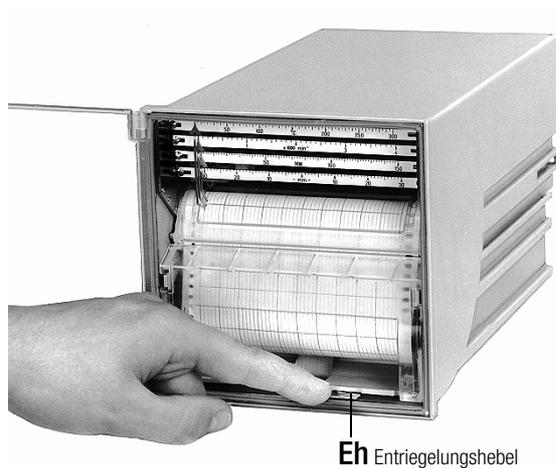
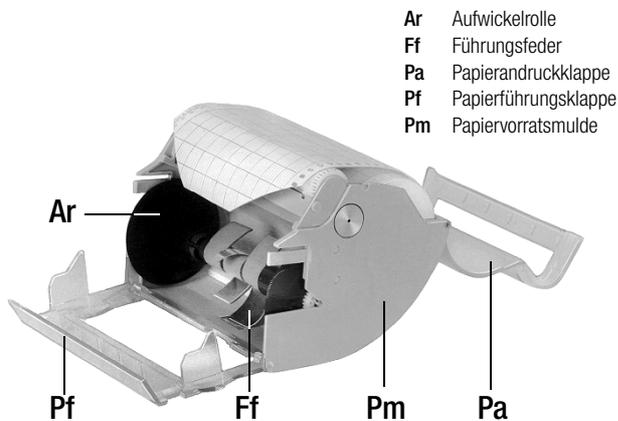
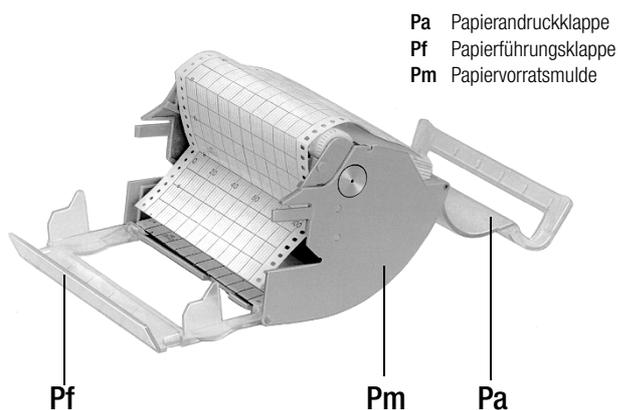

Bild 5 Schreibtablett entriegeln
Bild 6 Schreibtablett für Rollstreifen
Bild 7 Schreibtablett für Falstreifen
1.5.1 Schreibtablett für Rollstreifen (siehe Bild 5 und Bild 6)
1. Schreibtablett entriegeln: Entriegelungshebel **Eh** nach unten drücken (siehe Bild 5). Schreibtablett schwenkt nach vorne. Schreibtablett herausnehmen.
1.5.2 Schreibtablett für Falstreifen (siehe Bild 5, Bild 6 und Bild 7)
Beim Umstellen des Schreibtablets für Rollstreifen auf Falstreifen Führungsfeder **Ff** herausnehmen (siehe Bild 6).
1. Schreibtisch entriegeln: Entriegelungshebel **Eh** nach unten drücken (siehe Bild 5). Schreibtisch schwenkt nach vorne.